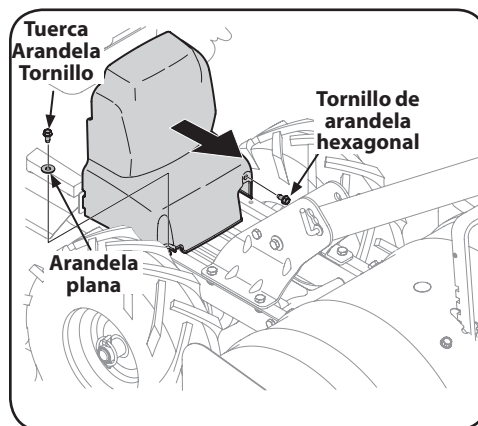

Figura 5-3
2. Retire la cubierta de la correa como se observa en la Figura 5-3, extrayendo primero los dos tornillos de arandela hexagonal de 1/4-20 y una arandela plana. Levante la cubierta de la correa, aléjela de la cultivadora y colóquela en un lugar seguro hasta que vuelva a instalarla.